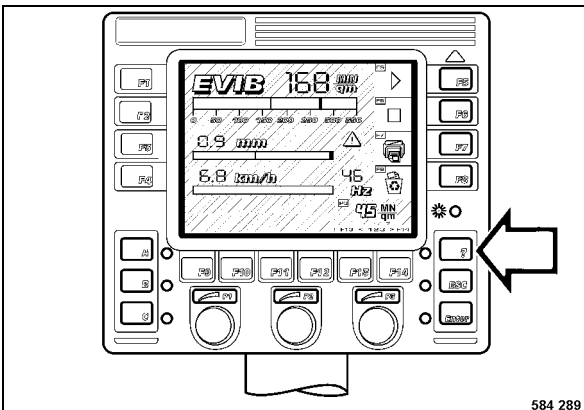

Fig. 106
- Pulsar la tecla con "?" (menú) (Fig. 106).